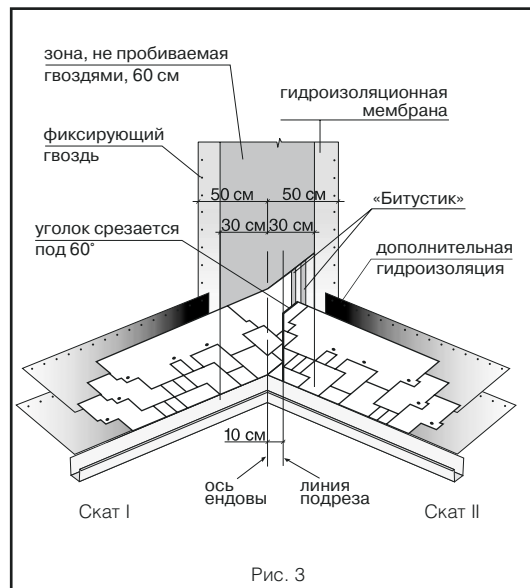

Рис. 3
## Ендова (рис. 3)
- на прилегающем скате (II) вдоль оси ендовы на расстоянии 30 см от нее отбивается линия;
- лист, подходящий к ендове со ската II, должен доходить до линии подрезки и обрезаться по ней. Верхний уголок обрезанного края листа подрезается под углом 60° (5 x 3 см – рис. 3);